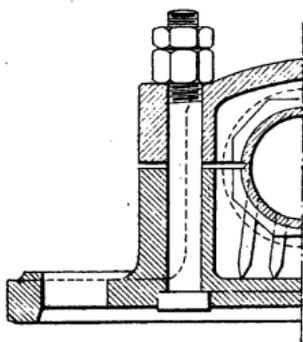

Fig. 62.
**Boulon** (fig. 62). — Un boulon comporte une tige métallique pourvue d'une tête et d'une partie filetée recevant un ou deux écrous. Les boulons servent à assembler et à serrer les pièces dans un montage d'appareils ou de machines quelconques, ou à fixer solidement les pièces à raboter, à tourner, à fraiser, à percer, etc., sur leur plateau pendant la durée de l'opération.